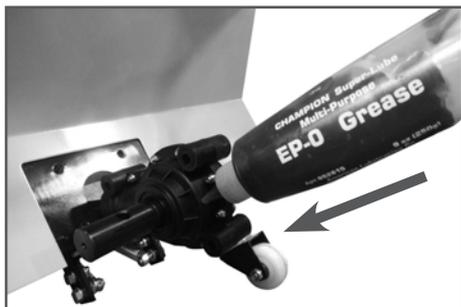

Рис. 28 Заправка смазки редуктора
5. Добавить смазку в редуктор через одно отверстие тьюбиком (Рис. 28) или специальным шприцем (в комплект поставки не входят) каждые 100 часов работы. Добавлять смазку до тех пор, пока она не появится из второго отверстия.